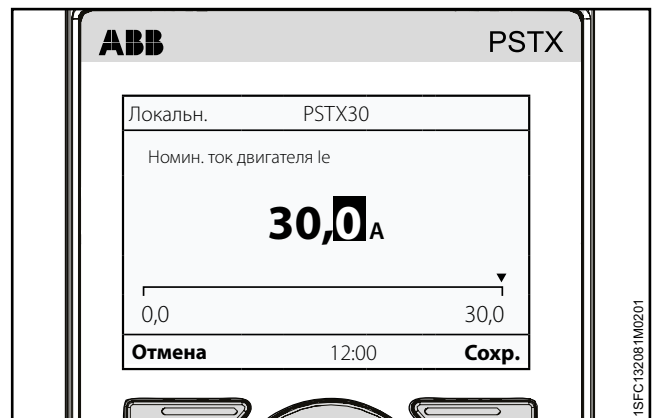

Рис. 6.8
1. Главный экран является верхним уровнем системы навигации. Нажмите клавишу  «Меню», чтобы открыть меню. Изображение на дисплее выглядит так, как показано на **Рис. 6.8**.
См. **Рис. 6.8**. Если необходимо закрыть окно, выберите  «Отмена».